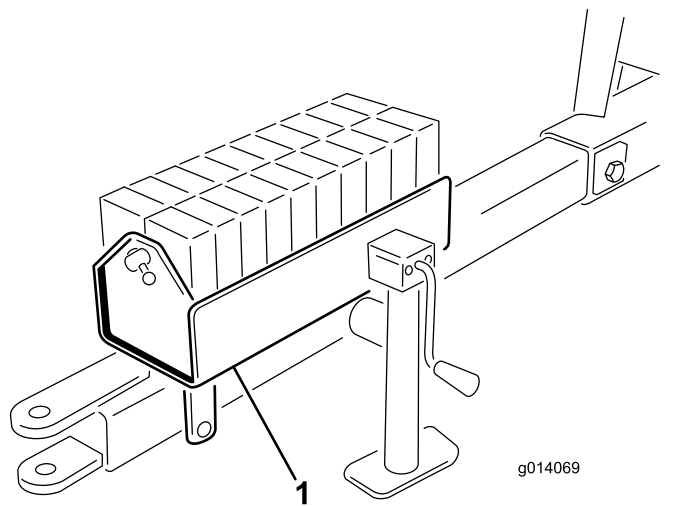

図 6
5. ウェイトケースにウェイトを入れ、バーとピンを取り付ける図 6。